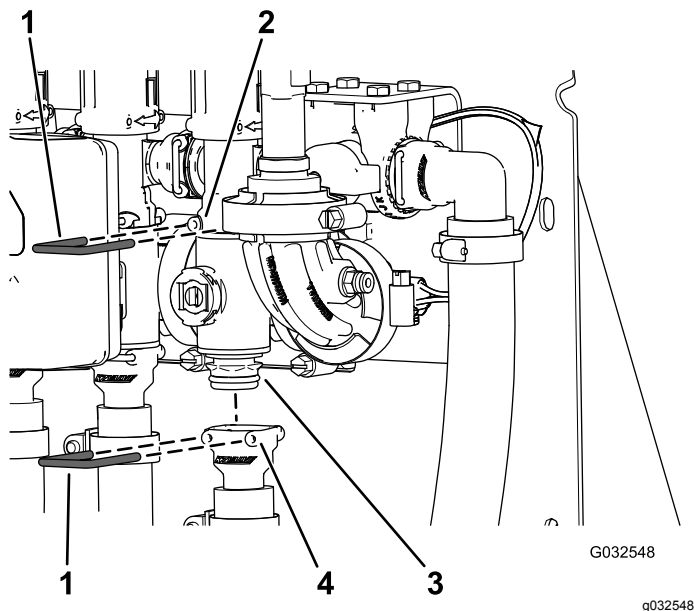

図 105
2. 個別ブームバルブのマニホルドをバイパスフィッティングに固定しているリテーナを外す 図 105。